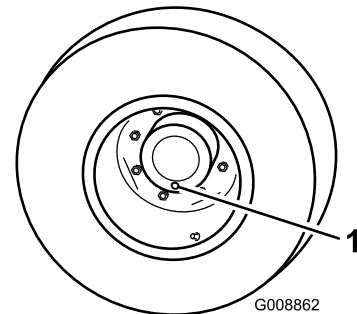

Figura 55
1. Con la máquina en una superficie nivelada, coloque una rueda de manera que uno de los tapones de verificación esté en la posición más baja (posición de las 6) (Figura 55).